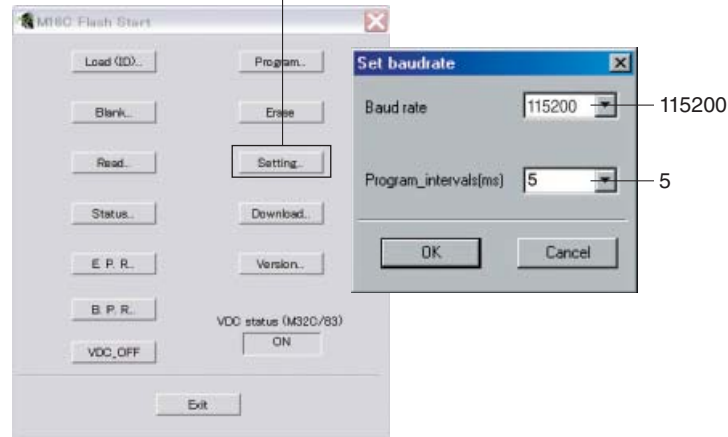

Fig. 4
5. Click [Setting], and set the baud rate. (Fig. 4)
5. [Setting] をクリックし、通信速度の設定を行います。(Fig.4)